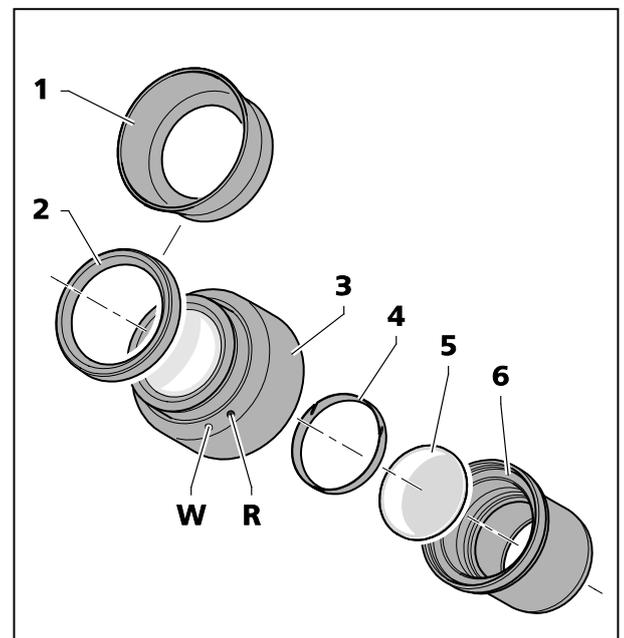

Bild 16 Okularplatte einsetzen
Die Okulare sind mit Brillenschutzringen aus Gummi versehen, um Kratzer auf den Brillen zu vermeiden. Diese können wahlweise durch umstülpbare Augenmuscheln (Bild 16/1) ersetzt werden.
- Dazu die Brillenschutzringe (Bild 16/2) von den Okularen abziehen und die Augenmuscheln (Bild 16/1) aufsetzen.
- Blendenteil (Bild 16/6) aus dem Okular (Bild 16/3) herausschrauben.
- Sicherungsring (Bild 16/4) herausziehen.
- Okularplatte (Bild 16/5) einsetzen.
Die durch den zusätzlichen Glasweg bewirkte leichte Bildverlagerung wird an der Dioptrienskala dadurch berücksichtigt, dass die Nullstellung nicht durch den weißen Punkt (Bild 16/**W**), sondern durch den roten Punkt (Bild 16/**R**) angezeigt wird.